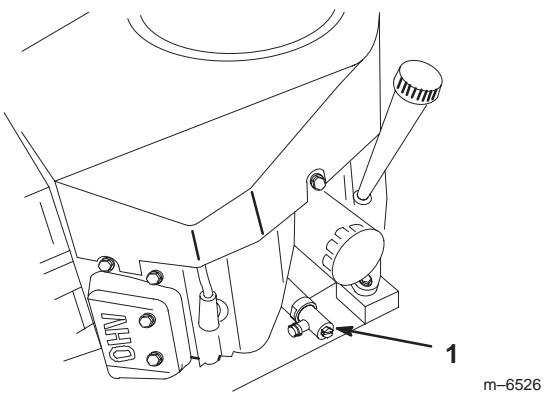

Bild 28
3. Stellen Sie eine Auffangwanne unter die Ölabblassschraube. Öffnen Sie das Ventil entweder mit einem Flachschraubenschlüssel oder einem 10 mm Schlüssel (Bild 28).
4. Drehen Sie das Ventilende entgegen dem Uhrzeigersinn, um das Ventil zu öffnen (Bild 28).
5. Drehen Sie nach dem kompletten Ablaufen des Öls das Ablassventil im Uhrzeigersinn, um es zu schließen (Bild 28).